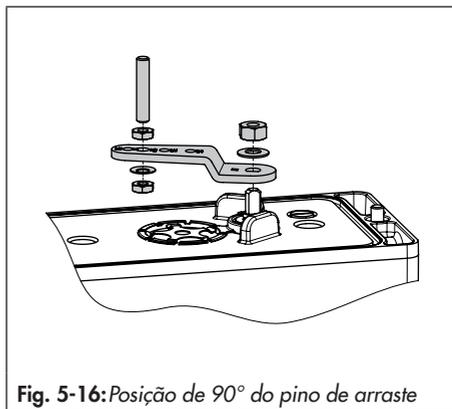

Fig. 5-16: Posição de 90° do pino de arraste
5. Insira e aperte o pino transmissor na posição de 90° no braço do posicionador (consulte a Fig. 5-16). Utilize apenas o pino transmissor mais comprido incluído no kit de montagem.
6. Alinhe o posicionador no suporte adaptador (1) de forma a que o pino transmissor engate no disco de arraste do atuador (3).
7. Aperte o posicionador no suporte adaptador (4) utilizando os parafusos de aperto (6).
2. Aperte o bloco adaptador (1) na interface NAMUR do atuador utilizando os quatro parafusos de aperto (2). Certifique-se de que os vedantes assentam corretamente.
3. Monte o disco de arraste (3) no veio do atuador. Use o adaptador correspondente (consulte a Tabela 5-9 na página 5-52).
4. Coloque o suporte adaptador (4) no bloco adaptador (1) e aperte-o utilizando os parafusos de aperto (5). Certifique-se de que os vedantes assentam corretamente.
5. Insira e aperte o pino transmissor na posição de 90° no braço do posicionador (consulte a Fig. 5-16 na página 5-20).
8. Monte o Amplificador de inversão Tipo 3710 (7) juntamente com os dois casquilhos guia (8) e a placa terminal (9) no suporte adaptador usando os parafusos de aperto associados (10). Certifique-se de que os vedantes assentam corretamente.